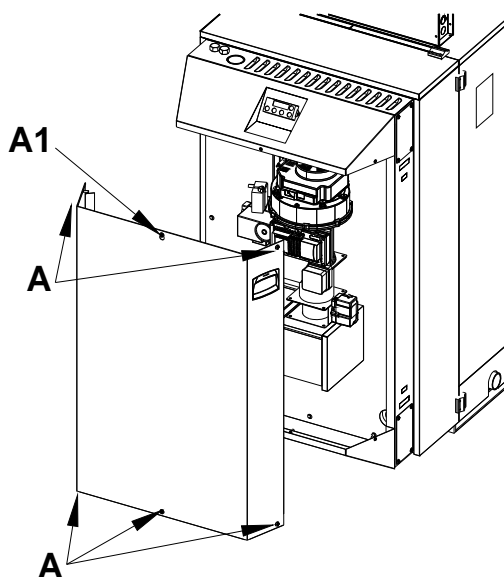

Fig.1
1. Svitare le 5 viti A e allentare la vite A1; togliere la chiusura anteriore della cuffia fonica (fig. 1) sollevandola leggermente